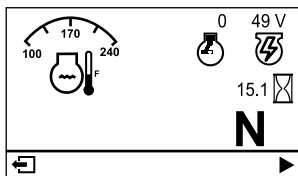

Figure 23
- **Écran d'information principal (Figure 23) :** affiche les données actuelles de la machine quand la clé est à la position CONTACT.